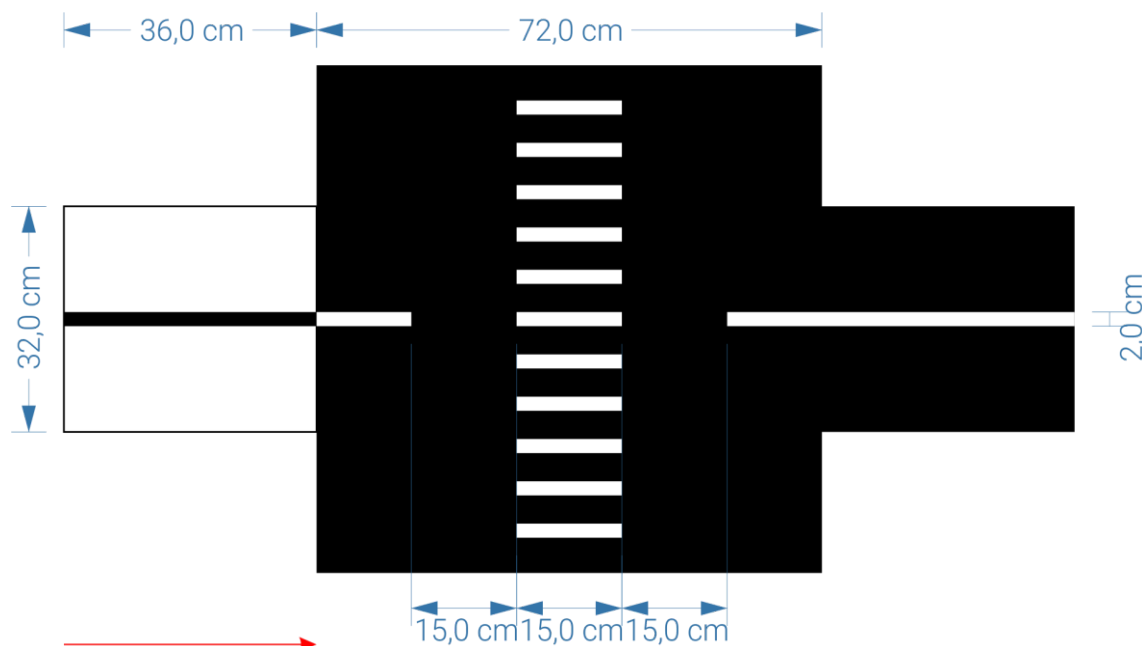

Figura 6. Faixa de pedestres.
- c) Faixade pedestres (Figura 6), que será indicada com a ocorrência de uma inversão completa das cores da pista (a pista se tornará branca e a linha preta), com comprimento